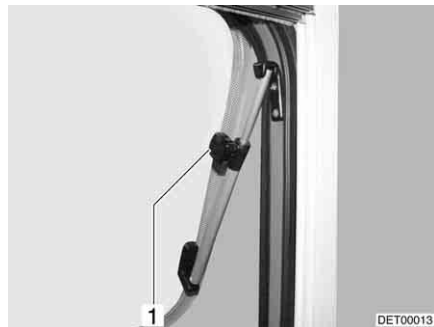

Bild 75 Ausstellfenster mit Dreh-Aussteller
- Das Ausstellfenster bis zur gewünschten Stellung öffnen und mit Rändelknopf (Bild 75,1) feststellen.
- Rändelknopf (Bild 75,1) drehen, bis die Arretierung freigegeben wird.